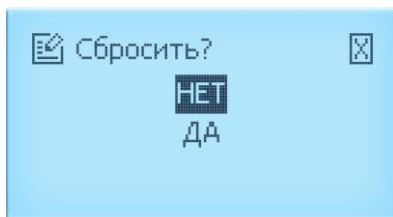

Рисунок 2.20 – Окно сброса счетчиков
- в появившемся диалоговом окне (рисунок 2.20) выбрать «НЕТ» или «ДА» кнопками «◀» и «▶»;